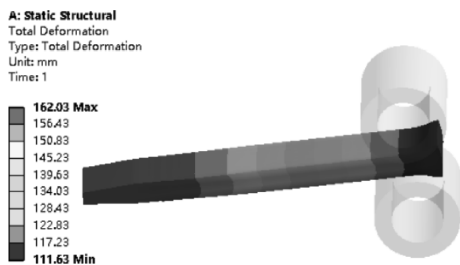
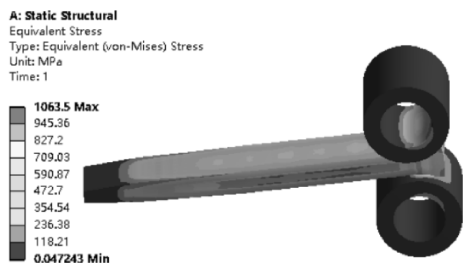

图 2-60 轧件变形分布云图
图 2-61 等效应力分布云图
- (1) 在 Mechanical 标准工具栏中单击进行求解运算。
(2) 运算结束后，单击【Solution (A6)】→【Total Deformation】，图形区域显示分析得到的轧件变形分布云图，如图 2-60 所示；单击【Solution (A6)】→【Equivalent Stress】，显示整体等效应力分布云图，如图 2-61 所示。也可设置动画，演示轧件滚压成形过程。